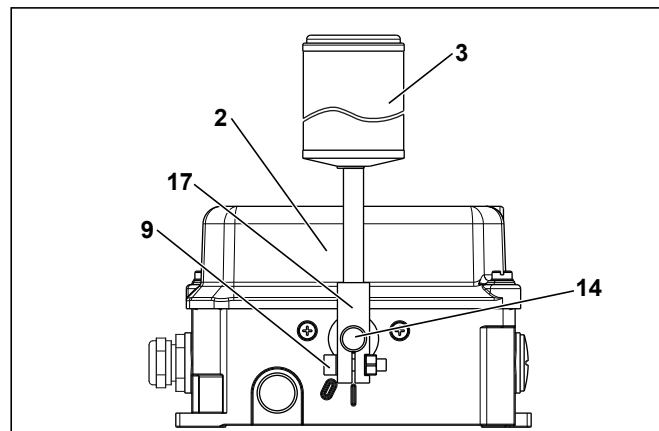

Abb. 7-1: Rollenhebel tauschen
3. Lösen Sie die Innensechskantschraube (9) und ziehen Sie den Rollenhebel (3) von der Welle (14) (s. Abb. 7-1).
4. Entfernen Sie die Innensechskantschraube (9) aus der Aufnahme (17) des neuen Rollenhebels (3).